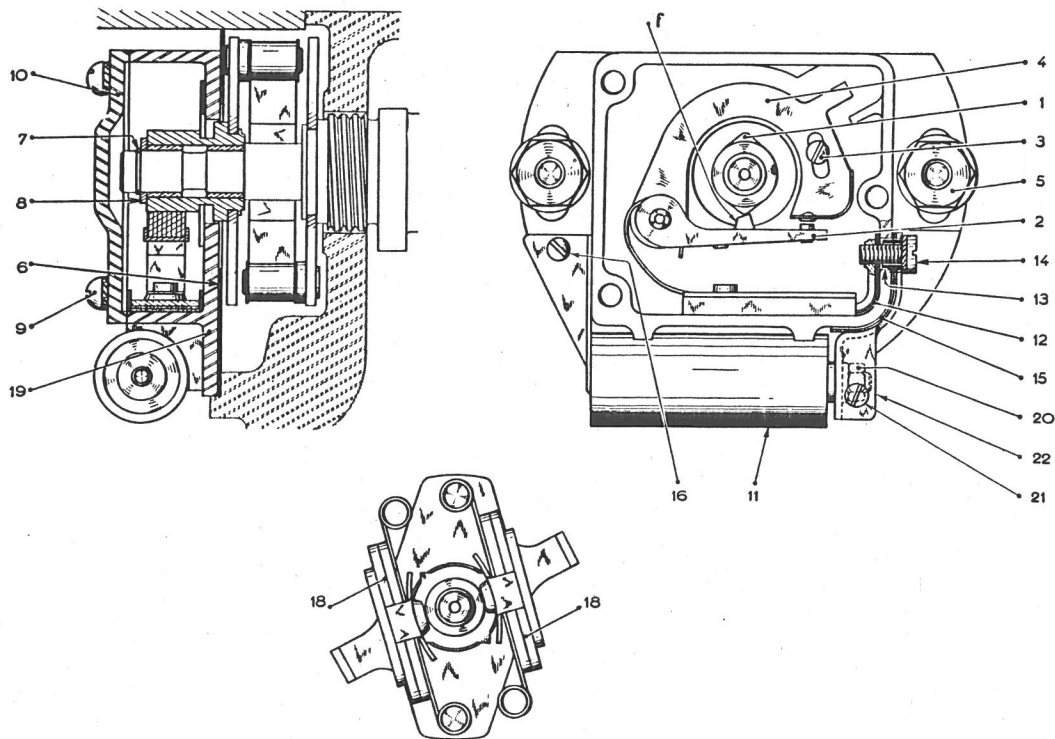

Fig. 16. Afbryderknast med kontaktsæt, kondensator og centrifugalvægte.
Ændring af tændingstidspunktet (grundindstillingen) finder sted ved drejning af kontakthuset, efter at man først har løsnet de to møtrikker (5) i fig. 16, på hvis bolte kontakthuset er monteret i langhuller. Efter justeringen foretages en ny kontrol, idet krumtapakslen drejes en hel omdrejning i normal omløbsretning.
Forinden grundindstilling foretages en kontrol og eventuel justering af kontaktafstanden. For at kunne ændre afstanden må man først løsne den faste kontaktarms skrue (3) fig. 16. Foran kontakterne er monteret et dæksel (10), fastholdt af skrue (9). På de ældre modeller A og AU må man, forinden grundindstillingen kontrolleres og justeres, bringe centrifugalvægtene i neutral stilling med hånden. Arbejde på kontakthuset kan kun finde sted, efter at man har aftaget ventilatoren.